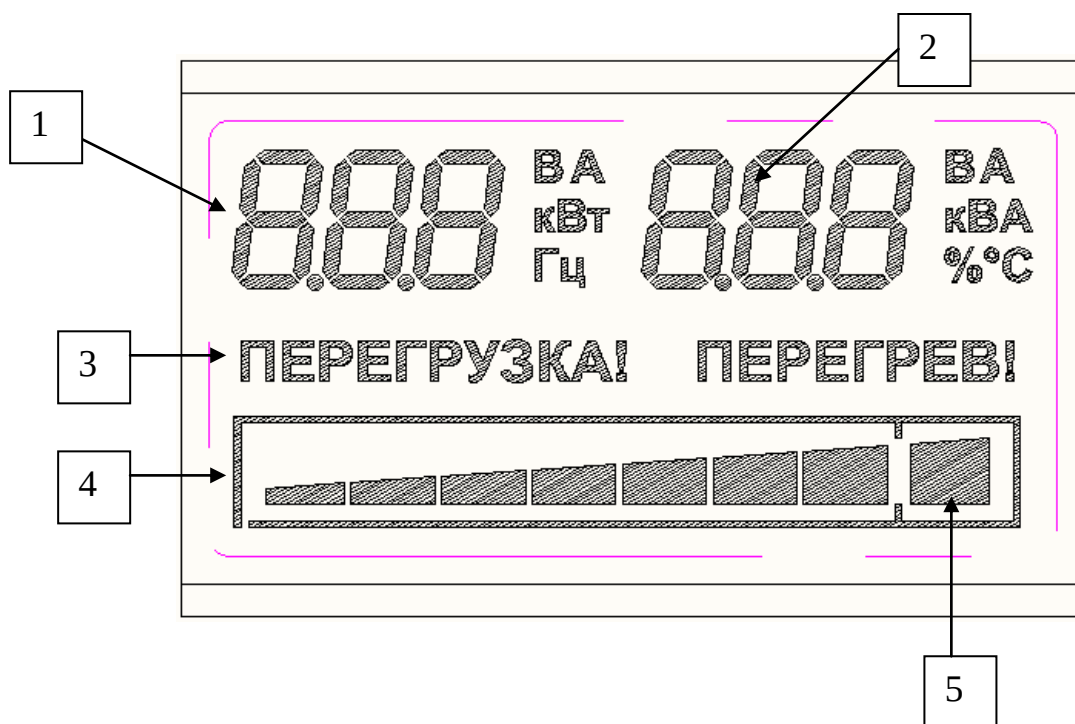

Рисунок 3 – ЖК-дисплей
- ЖК-дисплей индикации состояний изделия (для моделей ИнСтаб 1000, ИнСтаб 1500, ИнСтаб 3500) – см.рис.3;